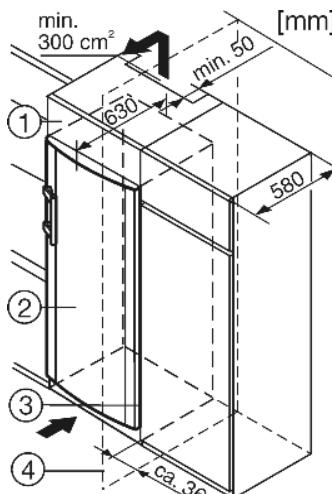

Fig. 8
(1) Дополнительный шкафчик
(2) Устройство
(3) Кухонный шкаф
(4) Стенка
Устройство может быть окружено предметами кухонной обстановки. Чтобы уравнять устройство Fig. 8 (2) по высоте с кухонной стенкой, можно установить над устройством соответствующий дополнительный шкафчик Fig. 8 (1).
При комбинировании с обычными кухонными шкафами (глубина макс. 580 мм) устройство можно установить непосредственно рядом с кухонным шкафом Fig. 8 (3). Дверца устройства выступает по сторонам на 34 мм и по центру устройства на 50 мм относительно передней стенки кухонного шкафа. Поэтому ее можно свободно открывать и закрывать.
Если устройство установлено на шарнирах у стены Fig. 8 (4), то расстояние между устройством и стеной должно быть не менее 36 мм. Настолько выступает ручка при открытой дверце.